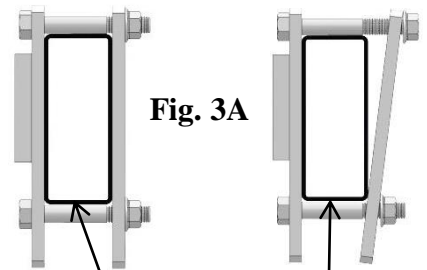

Fig. 3A
- Serrer les écrous à embase (P) au couple de 75 lb-pi. Ne pas en serrer un complètement avant d'en serrer un autre. Serrer uniformément. Voir la figure 3A.
- La bride intérieure (W) se courbera si le serrage n'est pas effectué correctement.